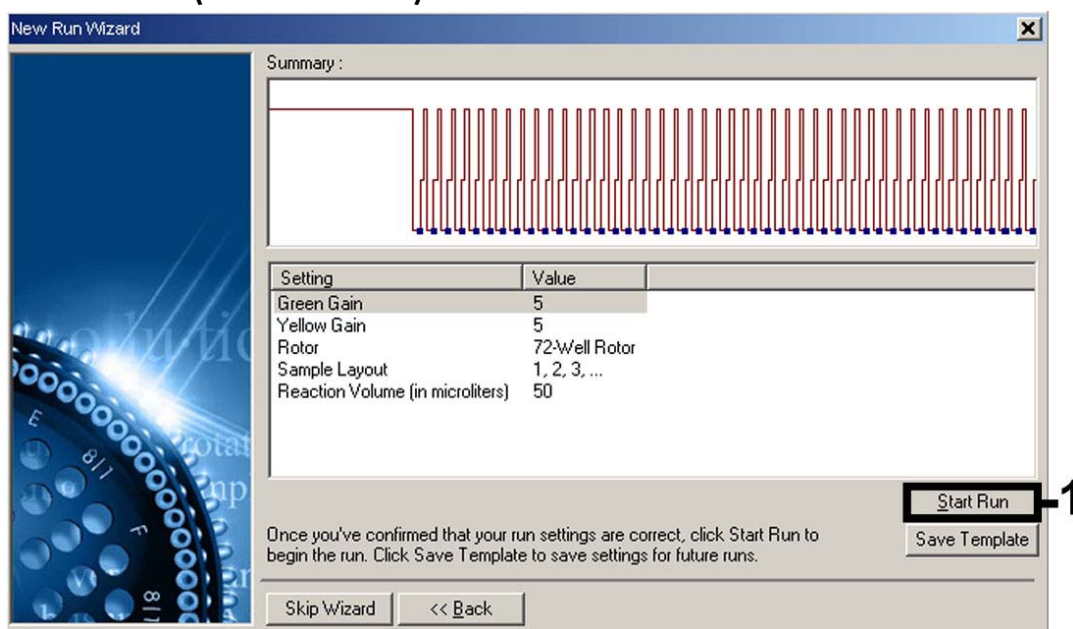

Figura 10. Iniciar o ensaio. Ter em atenção que, no Rotor-Gene 3000, o software irá definir os corantes fluorescentes como “FAM/Sybr” e “JOE”.
Iniciar o ensaio	Figura 10
10. Os valores de ganho determinados pela calibração de canais são guardados automaticamente e são enumerados na última janela do menu do procedimento de programação (figura 10). Clique em “Start Run” (Iniciar ensaio).